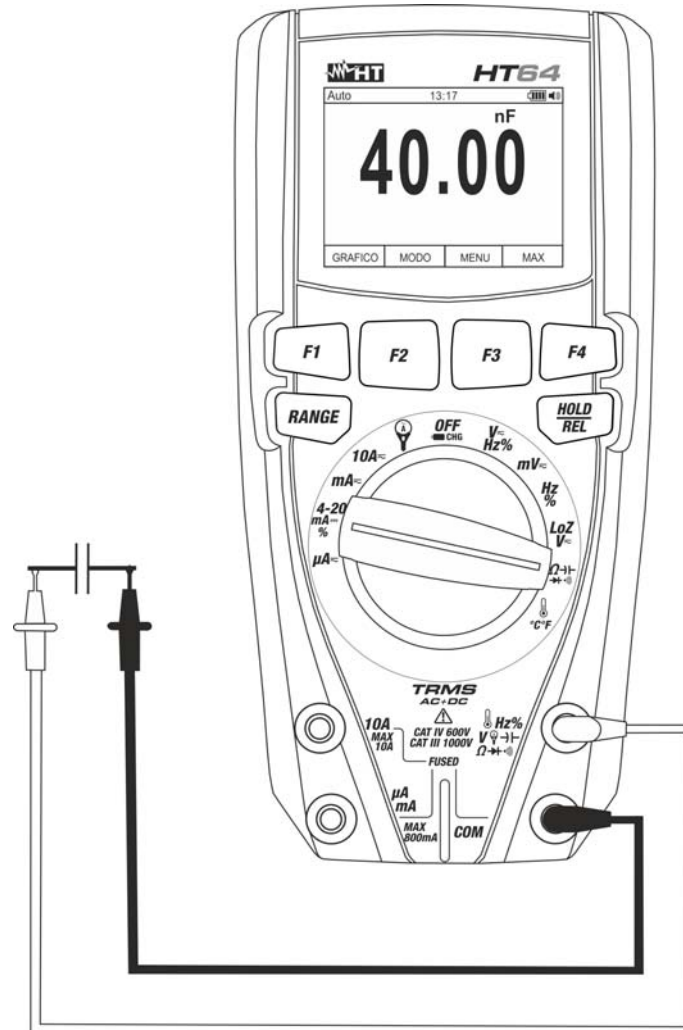

Fig. 28: Uso del instrumento para medida de Capacidades
5. Posicione las puntas en los extremos del condensador en examen respetando eventualmente las polaridades positivas (cable rojo) y negativas (cable negro) (vea Fig. 28). El valor se muestra en el visualizador. **En función de la capacidad, el instrumento podría tomar sobre 20s antes de mostrar el valor final correcto.** La barra gráfica no está activa en esta función